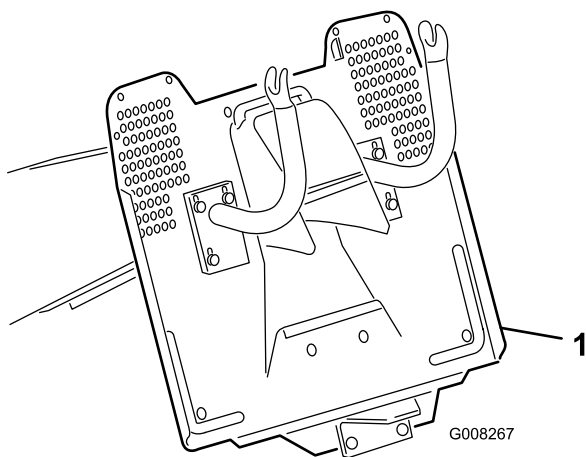

Figure 18
2. Attachez l'accessoire au crochet de remorquage situé sur la partie inférieure arrière de la machine (Figure 18).